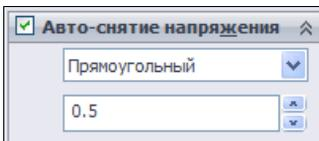

Рис. 4.7
6. В окне **Сгибы** при необходимости можно выбрать создание в автоматическом режиме выреза для снятия напряжения в углах сгибов. Для этого нужно поставить флажок **Авто-снятие напряжения**, а затем выбрать тип выреза. Если выбрать **Прямоугольный** или **Скругленный**, то необходимо указать значение параметра **Пропорция смещения** (рис. 4.7).